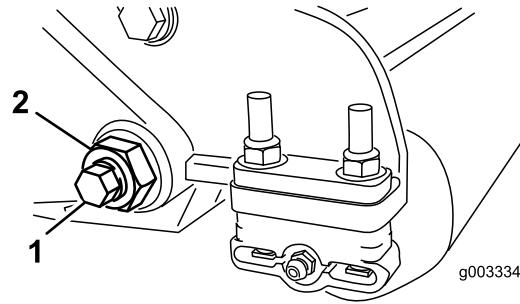

Bild 30
4. Nehmen Sie jede Schraube des Untermesserträgers ab, damit der Untermesserträger nach unten gezogen und von der Maschine entfernt werden kann (Bild 30).
- Lösen Sie an jeder Seite der Maschine die Klemmmutter, mit der die Schraube des Untermesserträgers befestigt ist (Bild 30).